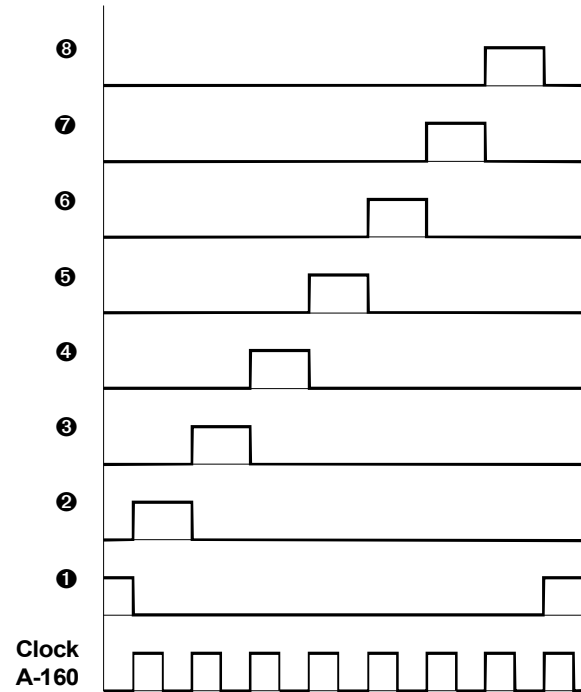

Abb. 1: Signalverhalten des A-161
Das Modul **A-161 (Clock Sequencer)** ist ein **8-Step-Sequencer** und erfordert zum Betrieb den **Clock Divider (A-160)**. **Acht Ausgänge** werden im Rhythmus des Clock-Signals des zugeordneten A-160 weiterschaltet (s. Abb. 1) und können z.B. AR- oder ADSR-Generatoren rhythmisch, sequentiell ansteuern. Der **Reset** des A-160 wirkt auch auf den A-161 (Zurücksetzen auf Step 1).
① 1 ... ⑧ 8
An den **Ausgängen ① bis ⑧** können Sie jeweils ein Trigger-Signal abgreifen (s. Abb. 1).